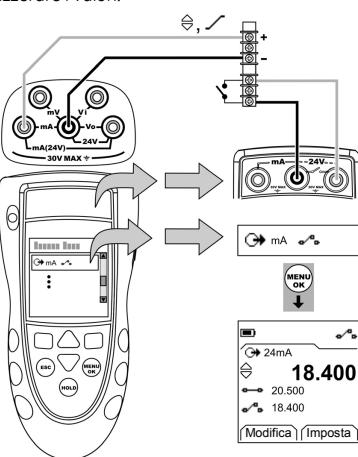

Figura 5: Esempio configurazione – test del selettore
- Collegare lo strumento (Figura 5) e, se necessario, modificarne il Setup (Tabella 1).